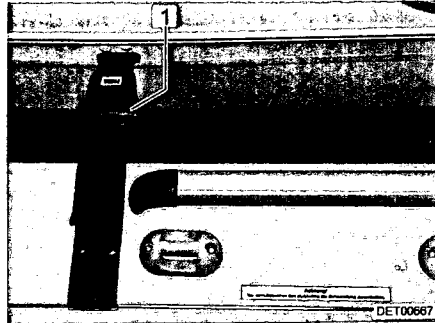

Bild 31 Sicherungsgurt
- Sicherungsgurt (Bild 31,1) am Dach lösen.
- Hubbett mit dem Sicherungsgurt (Bild 31,1) am Dach sichern. Sicherungsgurt fest anziehen.